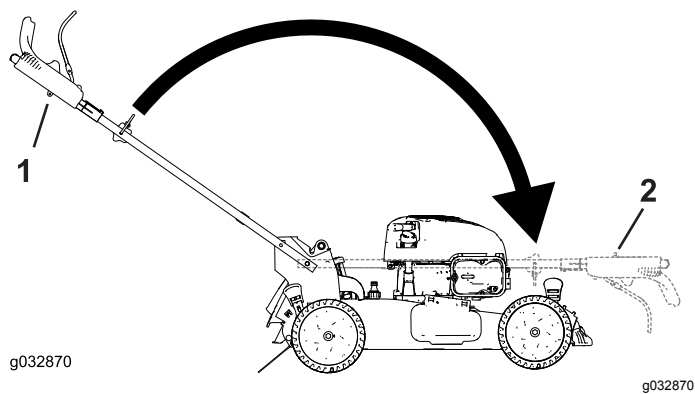

Bild 29
3. Klappen Sie den Holm zusammen, indem Sie ihn nach vorne drehen (Bild 29).